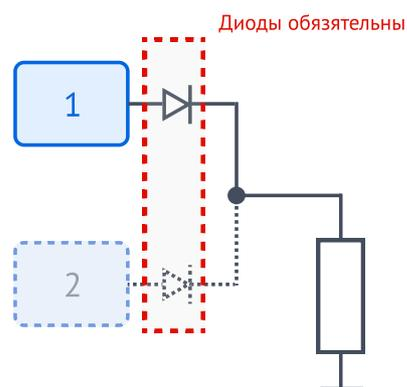

Рисунок 2 – Резервирование 1+1
**1+1.** Это частный случай N+1 резервирования, где один модуль основной, а второй – резервный (рисунок 2).